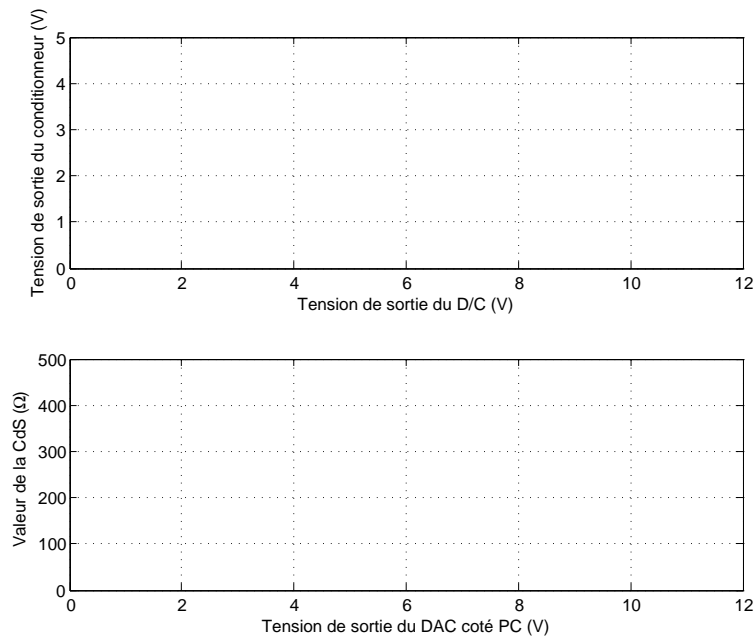

FIGURE 3: Evolution de la résistance d'une CdS et de sa tension en fonction de la tension d'entrée.
5. Recopier la figure 3, ensuite dessiner le graphe de la tension et celui de la résistance en fonction de l'intensité de la lumière.